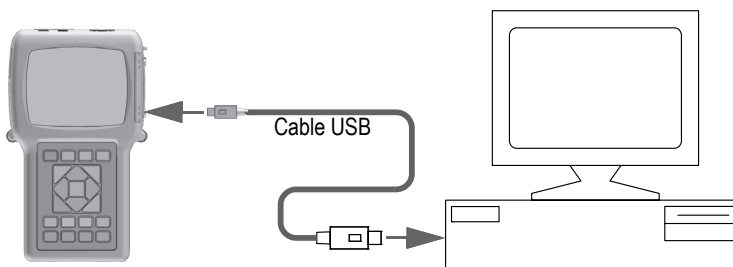

Figura 14-2 Conexión del 39DL PLUS a un PC
9. Conecte el extremo del cable USB al puerto conector detrás de la tapa del compartimiento de entrada y salida (I/O) del 39DL PLUS; después, conecte el otro extremo al puerto USB del PC (ver Figura 14-2 en la página 281).